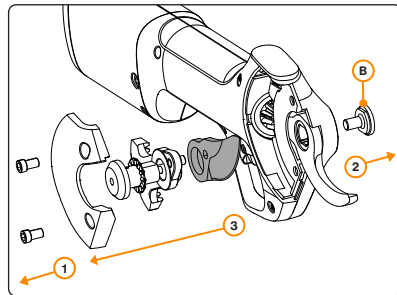

Figura 8. Sostituzione della lama di taglio. Seguire la sequenza dei numeri.
3. **Allentare le viti di bloccaggio della lama.** Eseguire due giri sulle (2) viti a brugola da 4 mm (Figura 8 Fase 1)
4. **Svitare la vite di montaggio della lama.** (Figura 8 Fase 2, immagine B)
5. **Sostituire la vecchia lama con quella nuova.** (Figura 8 Fase 3)